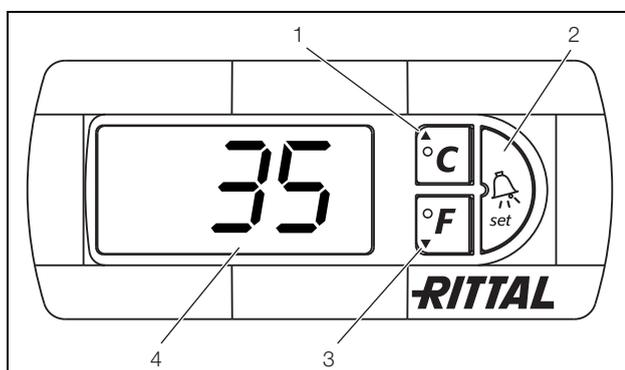

Imagen 30: Controlador e-Confort
El refrigerador trabaja de forma automática, es decir, después de la conexión de la fuente de alimentación el ventilador del evaporador (ver imagen 3) funciona continuamente y hace circular el aire interior del armario de forma permanente. El controlador e-Confort regula el compresor y el ventilador del condensador. El controlador e-Confort dispone de una indicación de 7 segmentos (imagen 30). En esta se muestra, tras la conexión de la fuente de alimentación, durante aprox. 2 segundos la versión actual del software, así como la activación del modo Eco. A continuación una opción preajustada (por ej. t10) o bien la temperatura.
La programación del equipo se realiza a través de las teclas 1 – 3 (imagen 30). Los parámetros también aparecen en la indicación.
- Presione simultáneamente las teclas 1 y 2 (imagen 30) durante 5 segundos mín.
Con las teclas 1, 2 y 3 (imagen 30) puede modificar 24 parámetros dentro de los niveles preestablecidos (valor mín., valor máx.).